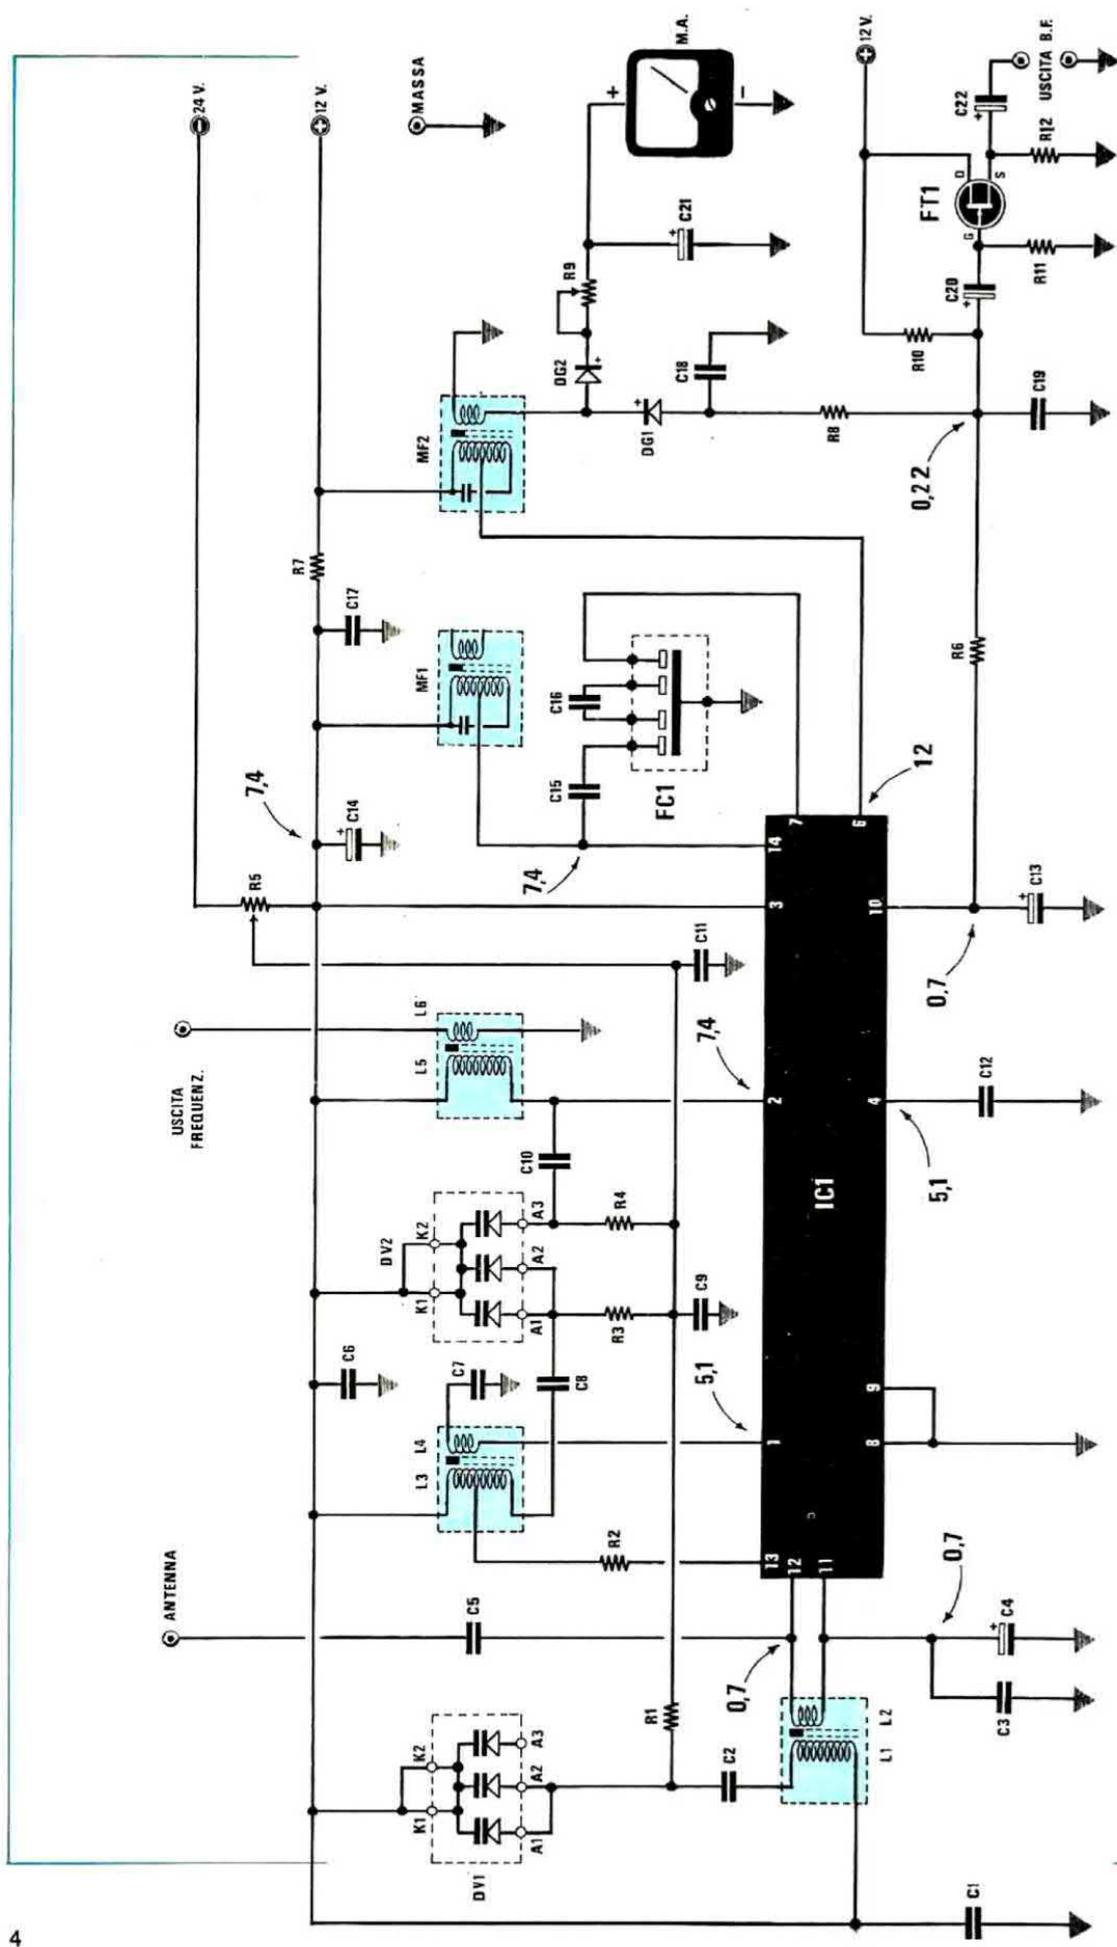

Fig. 1 Schema elettrico.
Possiamo prevedere che di fronte allo schema elettrico del nostro sintonizzatore (vedi fig. 1) apparentemente così semplice in quanto composto da un solo integrato più un fet, molti siano indotti a pensare che dallo stesso si possano ottenere prestazioni molto limitate, in ogni caso inferiori ad un circuito composto da 10-12 transistor, tuttavia non ci si deve far sviare dalle apparenze in quanto se si osserva attentamente la fig. 2, si vedrà che all'interno di questo integrato sono racchiusi ben 12 transistor, 24 resistenze, 2 diodi e uno zener, cioè in un solo integrato è racchiuso un circuito molto complesso, come si richiede appunto per un ricevitore di
**Fig. 2** Nell'interno dell'integrato uA.720 sono presenti ben 12 transistor, 24 resistenze, 2 diodi e 1 zener; quindi utilizzando tale integrato la realizzazione di un ricevitore onde medie, come abbiamo già visto in fig. 1, risulta molto semplificata.
**Fig. 4** Schema elettrico dell'alimentatore stabilizzato necessario per questo sintonizzatore onde medie. Tale alimentatore è parte integrante del circuito, quindi viene direttamente montato, come vedesi in fig. 6, sul circuito stampato LX305. Per i valori dei componenti vedere sotto la fig. 1.